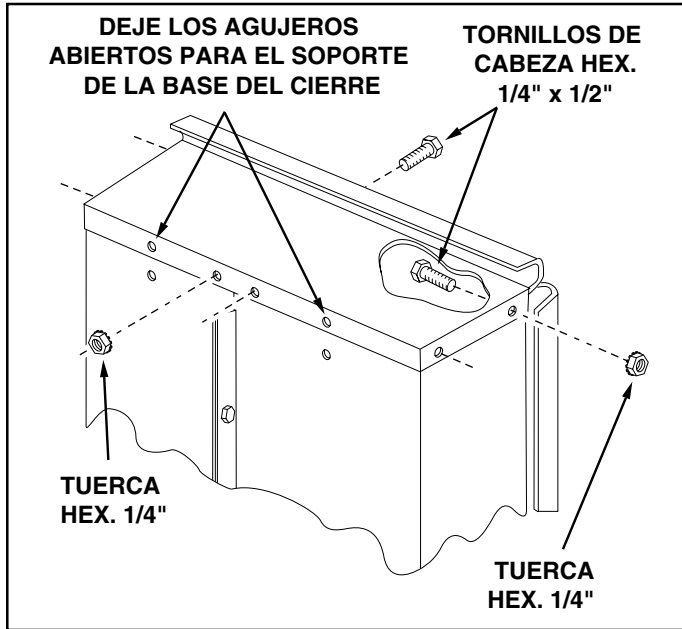

FIGURA 5
9. Monte el panel delantero sobre el extremo del carrito utilizando seis tornillos con cabeza hex. 1/4"x 1/2" y tuercas hexagonales 1/4", tal y como se muestra en la figura 5. Deje dos orificios vacíos en la parte inferior del panel, tal y como se muestra. Con ambas mitades del cuerpo del carrito juntas, apriete los tornillos de la parte inferior del panel delantero, a continuación apriete los tornillos a ambos lados. Vea la figura 5.